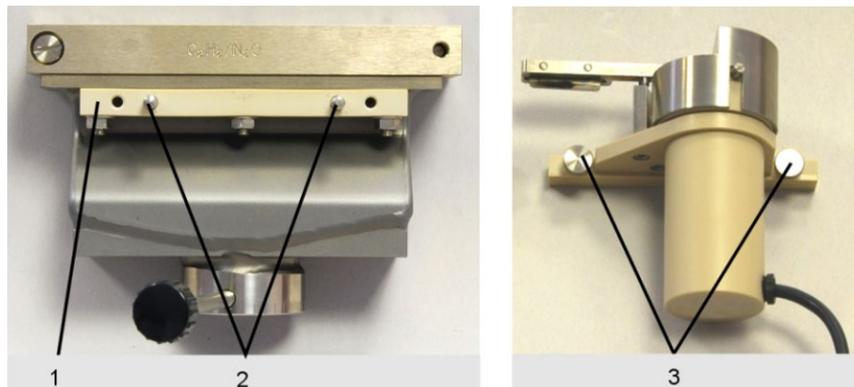

Fig. 48 Barra di fissaggio/viti a testa zigrinata sullo scraper
2. Svitare la barra di fissaggio (1 in Fig. 48) con le viti a testa zigrinata (3 in Fig. 48) dallo scraper.
3. Montare la barra di fissaggio sul corpo del bruciatore come descritto in Fig. 48. Per questa operazione utilizzare le tre viti più lunghe e i dadi di titanio in dotazione. Inserire le viti dall'alto attraverso la ganascia anteriore del bruciatore e avvitare la barra di fissaggio con i dadi.
Inserire lo scraper sui perni di guida della barra di fissaggio (2 in Fig. 48) e fissare con le viti a testa zigrinata (3 in Fig. 48).